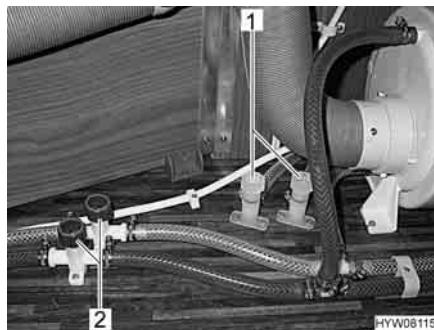

Fig. 103 Rubinetti di scarico per scaldaacqua
- Spegnere l'interruttore di comando (Fig. 103,1). La spia di controllo (Fig. 102,2) nell'interruttore non si accende.
- Chiudere tutti i rubinetti di scarico. Ruotare i coperchi (Fig. 103,1 e 2) in senso orario.
- Aprire tutti i rubinetti di scarico. A tal fine ruotare i coperchi (Fig. 103,1 e 2) in senso antiorario.